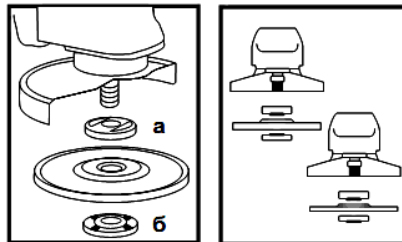

Рисунок 2
**4.4** Встановіть на виріб абразивний шліфувальний або відрізний круг. Для цього натисніть на кнопку фіксації шпинделя (3) і поверніть шпиндель до фіксації. За допомогою вилкового ключа з комплекту виробу відверніть і зніміть затискну гайку (б) (див. рис. 2). Встановіть шліфувальний диск на посадкове місце фланцевої шайби (а) (рис. 2), накрутіть затискну гайку на шпиндель і затягніть її ключем з комплекту виробу.